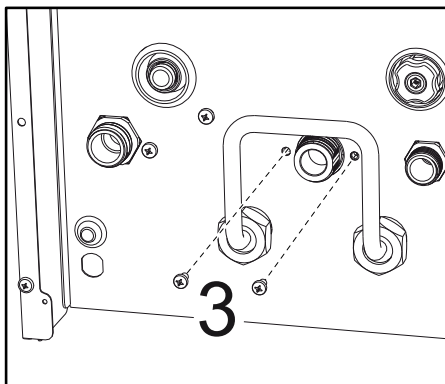

fig. 45
- Desenrosque los tornillos "3" (fig. 45)